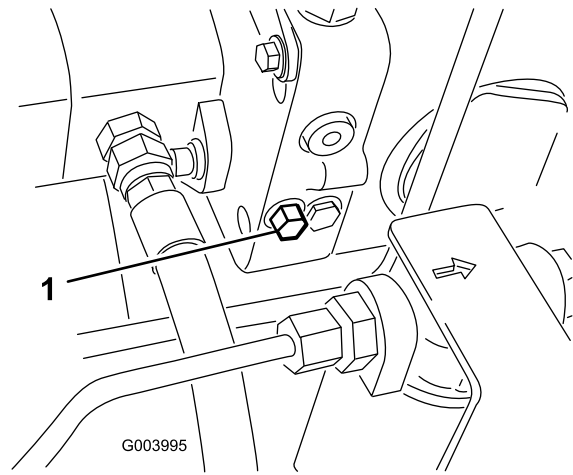

Figura 45
1. La válvula de desvío está situada en el lado izquierdo del hidrostato (Figura 45). Gire el perno una vuelta y media para abrirla y dejar pasar el aceite internamente. Puesto que el aceite se desvía, la máquina puede ser movida lentamente sin dañar la transmisión.